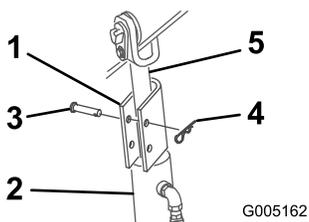

図 22
4. 各昇降シリンダロッドにシリンダロックを取り付ける 図 22。
5. 各シリンダロックをクレビスピンとコッターピンで固定する 図 22。